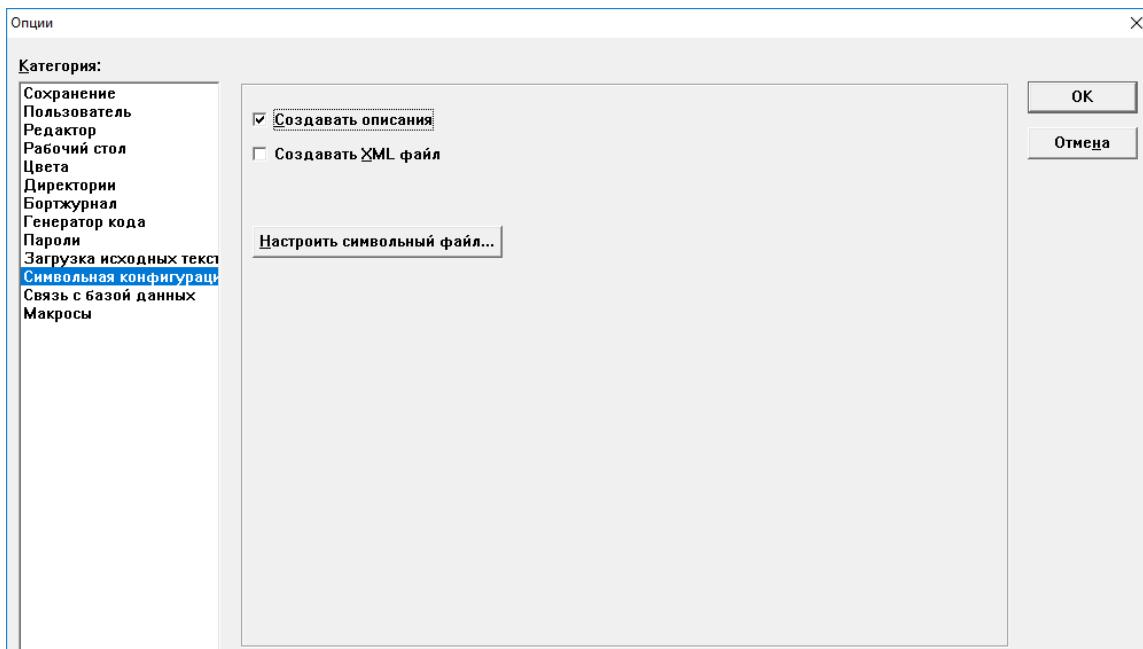

Рисунок 16.2 – Окно режима «Опции» (Options)
3. В открывшемся окне режима «Опции» (Options) в списке «Категория» (Category) выделить строку «Символьная конфигурация» (Symbol Configuration). В правой части окна установить флагок в поле переключателя «Создавать описания» (Dump symbol entries) и нажать кнопку «Настроить символьный файл» (Configure symbol file), см. рисунок 16.2.